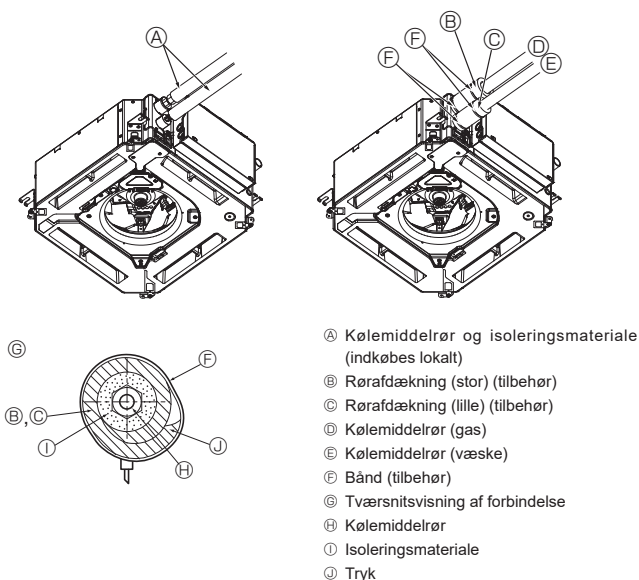

Fig. 5-8
5.5. Rørforbindelse (Fig. 5-8)